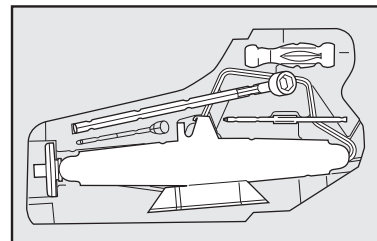

fig. 28
13) Coloque el crique en el soporte de herramientas **fig. 28**, encajándolo bien para evitar vibraciones, o que se suelte.